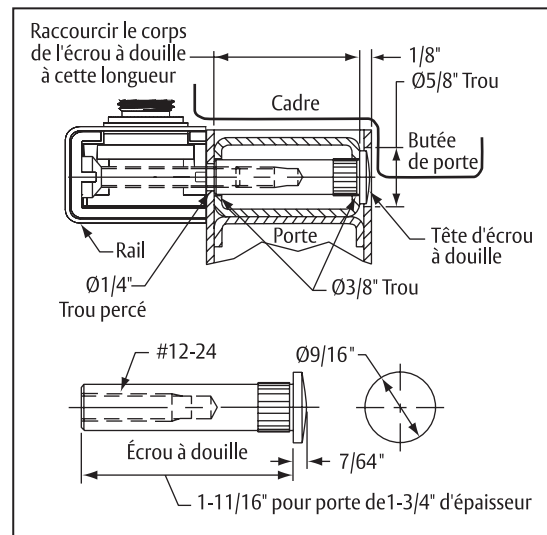

Figure 5
- c. Pour les écrous et boulons à douille, voir illustration. (Figure 5)
3. Fixer le rail à l'aide de deux (2) fixations fournies pour l'application.